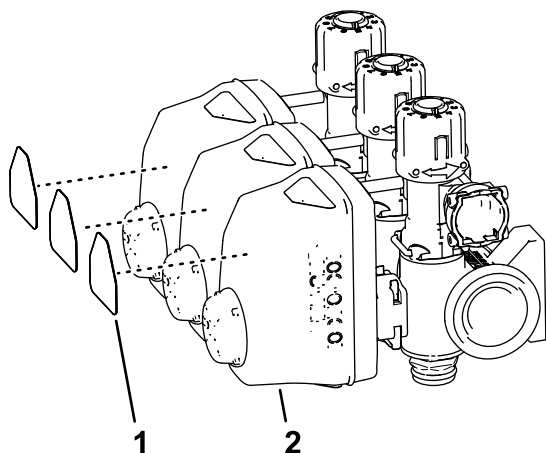

図 68
5. 各ブームバルブ3個についているデカルを取り外す 図 68。